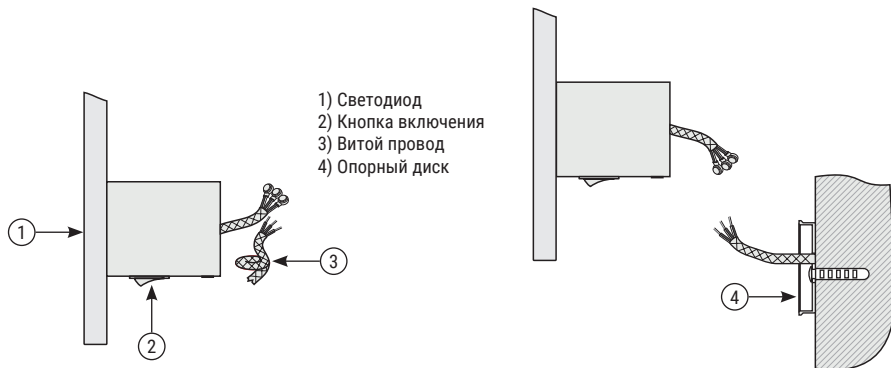

Рис.13
- 5.16. Кнопка включения изделия расположена в нижней части блока подключения (рис. 13), в процессе нагрева светодиод горит красным светом.
- 5.17. Для подключения через скрытую проводку необходимо демонтировать витой провод (рис. 13).